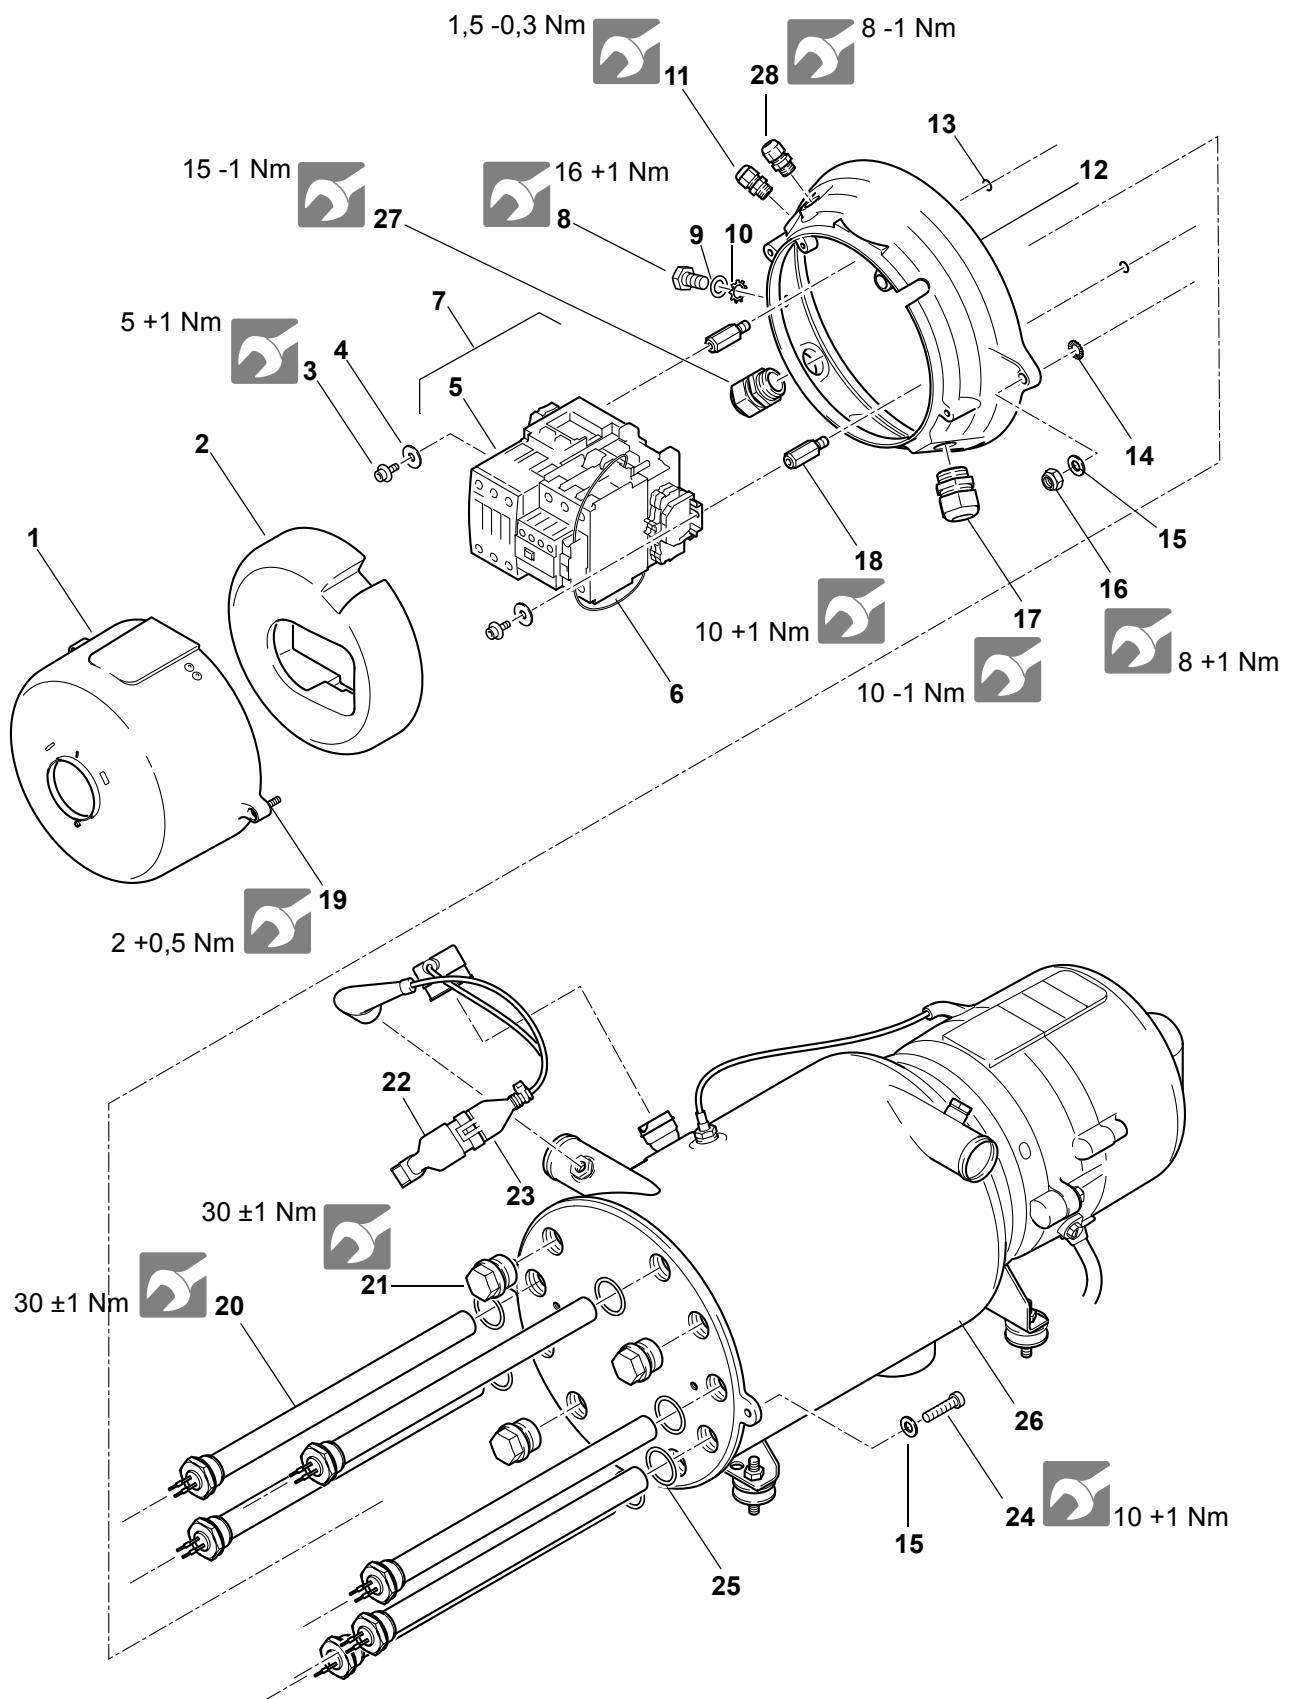
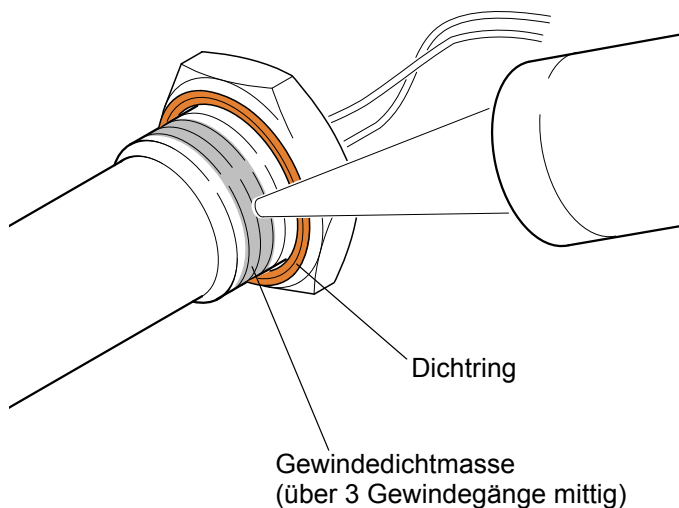
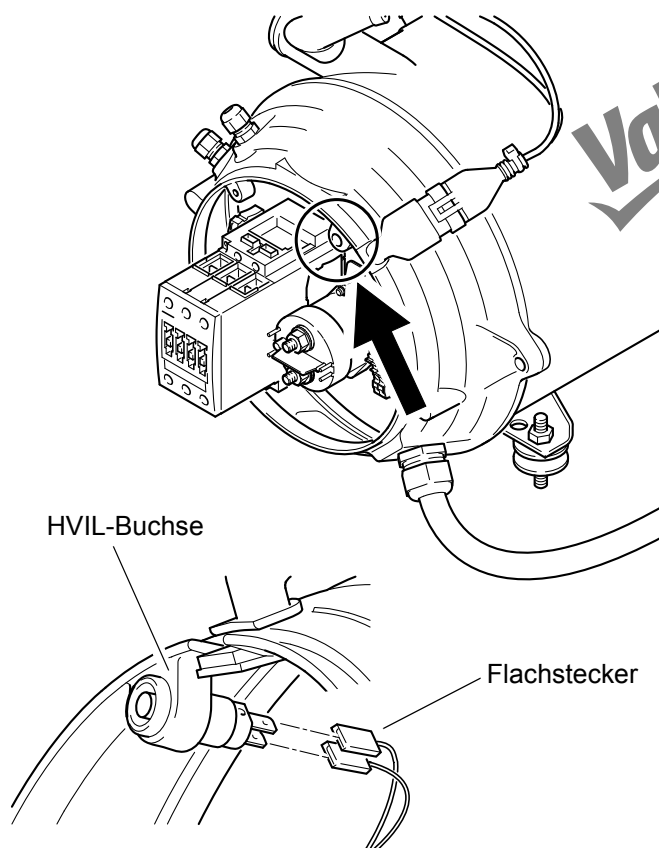

Abb. 805 HV-Steuerkopf - Aus- und Einbau von Komponenten
Abb. 806
Abb. 808 HVIL-Buchse
2. Schrauben (19, Abb. 805) lösen.
1. Stabilisator (2, Abb. 805) auf den Kleinverteiler (7) aufstecken.
2. Haube (1) ansetzen, Schrauben (19) eindrehen und anziehen.
3. Zuleitungen durch Lösen der entsprechenden Anschlüsse vom Kleinverteiler (7, Abb. 805) trennen.
1. Gehäuse über den Kleinverteiler in Anbauposition bringen und anschließend mit Schrauben (24, Abb. 805), Scheiben (15), Zahnscheiben (14) und Muttern (16) befestigen.
2. Erdungsschraube (8) mit Scheibe (9) Zahnscheibe (10) und Fahrzeug Erdungskabelschuh in das Gehäuse (12) eindrehen und wie vorgegeben anziehen.
3. Ggf. Anschlussstück der Temperatursensorik (22) am Gehäuse (12) anbringen.
4. Stecker der Temperatursensorik (23) anstecken (auf Einrastgeräusch achten).
5. Zuleitungen an den entsprechenden Anschlüssen des Kleinvertelers (7) anschließen und Schrauben wie vorgegeben anziehen.
5. Schrauben (3, Abb. 805) und Scheiben (4) entfernen.
6. Kleinverteiler (7) abnehmen.
1. Kleinverteiler (7, Abb. 805) an den Stehbolzen (18) positionieren und mit Scheiben (4) und Schrauben befestigen.
- Mit einem Schraubenschlüssel die Heizpatrone (20, Abb. 805) oder Verschlusschraube (21) lösen, herausschrauben und aus dem Wärmeübertrager entfernen. Dichtungsring (25) entsorgen.
- Gewindedichtung entsprechend den Verarbeitungshinweisen des Herstellers auf das Gewinde, siehe Abb. 806, der Heizpatrone (20, Abb. 805) oder der Verschlusschraube (21) auftragen.
- Ggf. Stecker von HVIL-Buchse (Abb. 808) trennen.
- Kabelverschraubung (17, Abb. 805) lösen und mit dem entsprechenden Kabelbaum aus dem Gehäuse (12) schrauben.
- Die einzelnen Adern des HV-DC-Kabelbaums in die entsprechende Durchführung (siehe Abb. 807) am Gehäuse (12, Abb. 805) einfädeln und die Kabelverschraubung (17) einschrauben und anziehen.
- Ggf. Stecker an HVIL-Buchse (Abb. 808) anstecken.
6. Kabelverschraubung (27, Abb. 805) lösen und mit dem entsprechenden Kabelbaum aus dem Gehäuse (12) schrauben.
1. Die einzelnen Adern des HV-AC-Kabelbaums in die entsprechende Durchführung (siehe Abb. 807) am Gehäuse (12, Abb. 805) einfädeln und die Kabelverschraubung (27) einschrauben und anziehen.
5. Ggf. Stecker von HVIL-Buchse (Abb. 808) trennen.
8. Kabelverschraubung (11, Abb. 805) lösen und mit dem entsprechenden Kabelbaum aus dem Gehäuse (12) schrauben.
1. Die einzelnen Adern des NV-DC-Kabelbaums in die entsprechende Durchführung (siehe Abb. 807) am Gehäuse (12, Abb. 805) einfädeln und die Kabelverschraubung (11) einschrauben und anziehen.
- schraubung (11) einschrauben und anziehen.
- Kabelverschraubung (28, Abb. 805) lösen und mit dem entsprechenden Kabelbaum aus dem Gehäuse (12) schrauben.